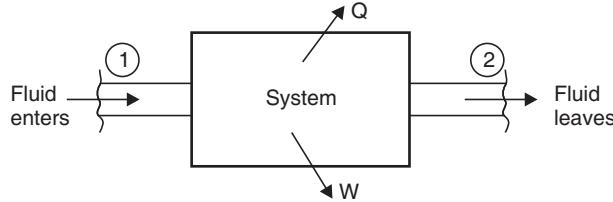

Fig. 2.45
**Solution.** Refer Fig. 2.45.